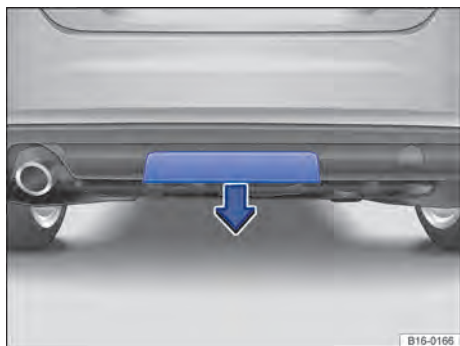

Fig. 103 Para-choque traseiro: desinstalar a cobertura.
O alojamento para a rótula de engate removível encontra-se no para-choque traseiro, atrás de uma cobertura $\Rightarrow$ Fig. 103.
- Empurrar a cobertura para baixo no sentido da seta $\Rightarrow$ Fig. 103.